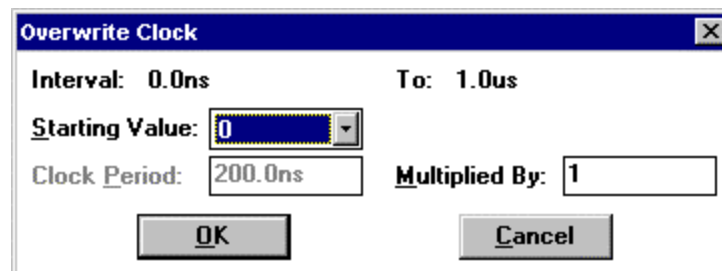

Figura 18
- Ao clicar na opção *Clock*, aparecerá a seguinte tela (figura 18):